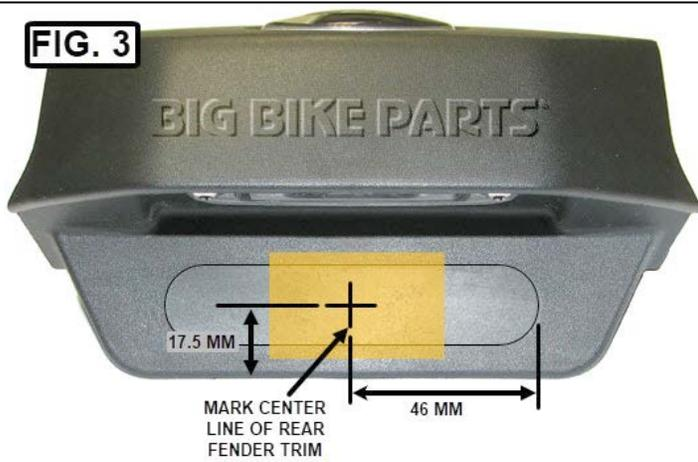

FIG. 4
11. REMOVE THE SCREWS FROM THE LEFT TAIL LIGHT SHOWN IN **FIG. 4**.